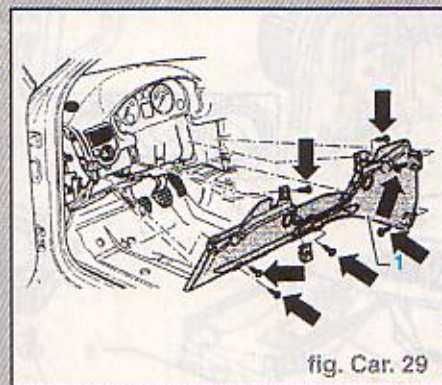

fig. Car. 29
- Dévisser entièrement les sept vis (flèches) (fig. Car. 29).